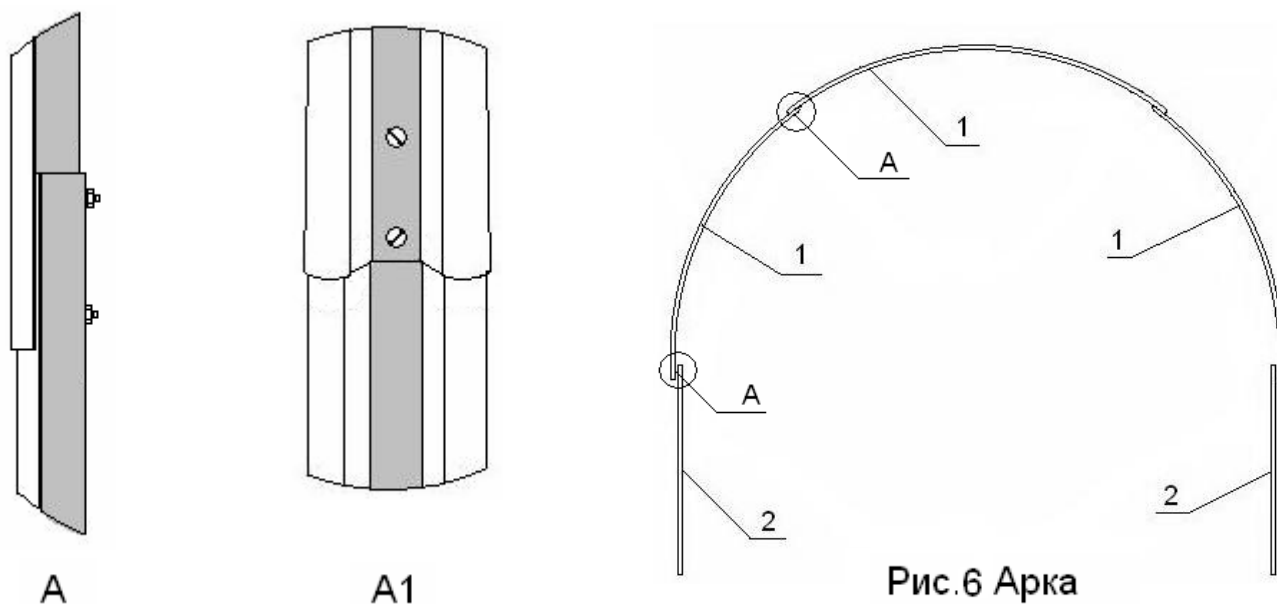

Рис.6 Арка
3.1.1. Возьмите один дугообразный профиль №1 (комплектации) и продлите его с двух сторон дугообразными профилями № 1, закрепив винтами м4х14, установив их со стороны вогнутой части профиля (см. Рис.6-А, А1).
3.2.1. Сборка арок аналогична пунктам 3.1.1. и 3.1.2. с использованием винтов м4х10 (см. Рис. 6-А, А1).